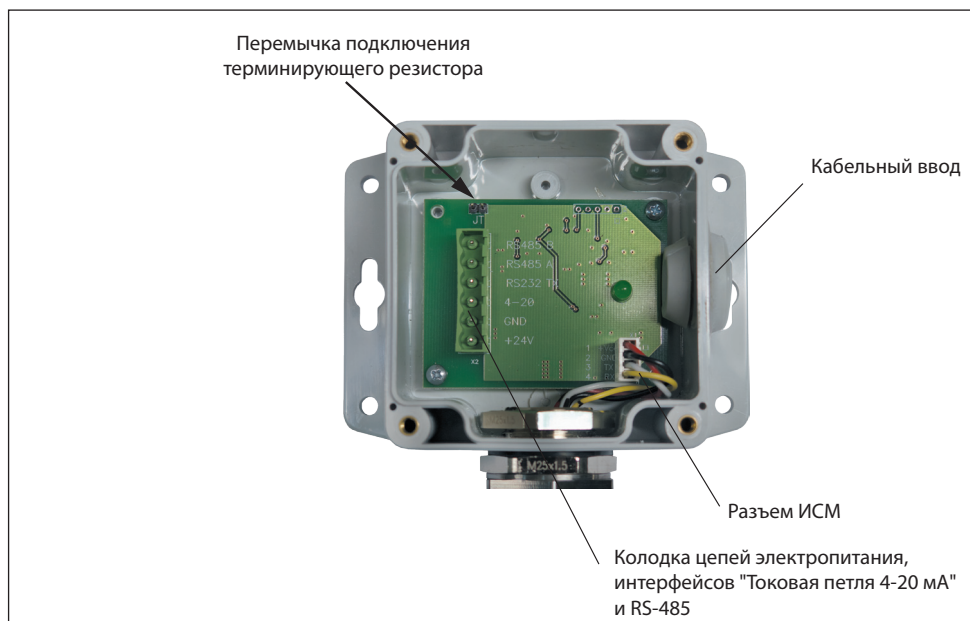

Рис.6. Коммутационные элементы
3. Открутите четыре винта и снимите крышку корпуса модуля МКТ (рис.6).
5. Отсоедините кабельную часть разрывной колодки "Внешние цепи". Подключите кабели в соответствии с маркировкой на плате (рис.6) и на схеме подключения (рис.7). Прочно закрутите отверткой фиксирующие винты кабельных колодок.
7. Если необходимо отключить/подключить терминирующий резистор (в зависимости от конфигурации сети), снимите/установите переключку в позицию JT (см. рис.6).